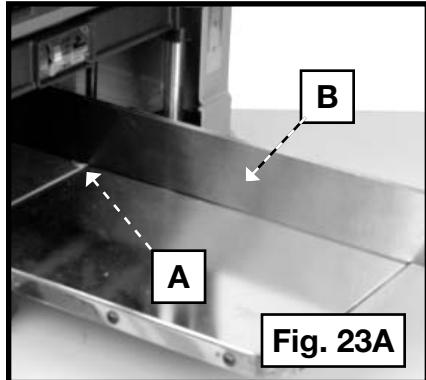
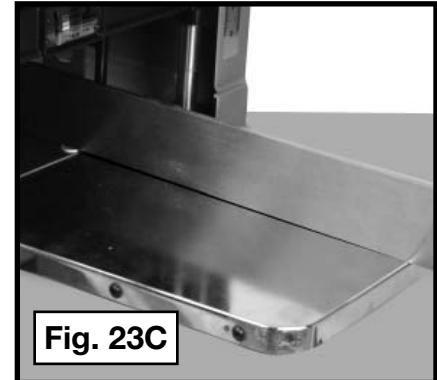

Fig. 23A
Fig. 23C
1. Coloque una moneda (A) Fig. 23A en cada extremo de la platina (de avance de entrada y de salida).
2. Coloque una regla (B) entre las dos monedas. Extienda la regla hasta superar el borde guía de la mesa de avance de entrada y el borde posterior de la mesa de avance de salida.
3. Si las mesas están bien ajustadas, la regla tocará ambas monedas y los bordes de las mesas (Fig. 23C).